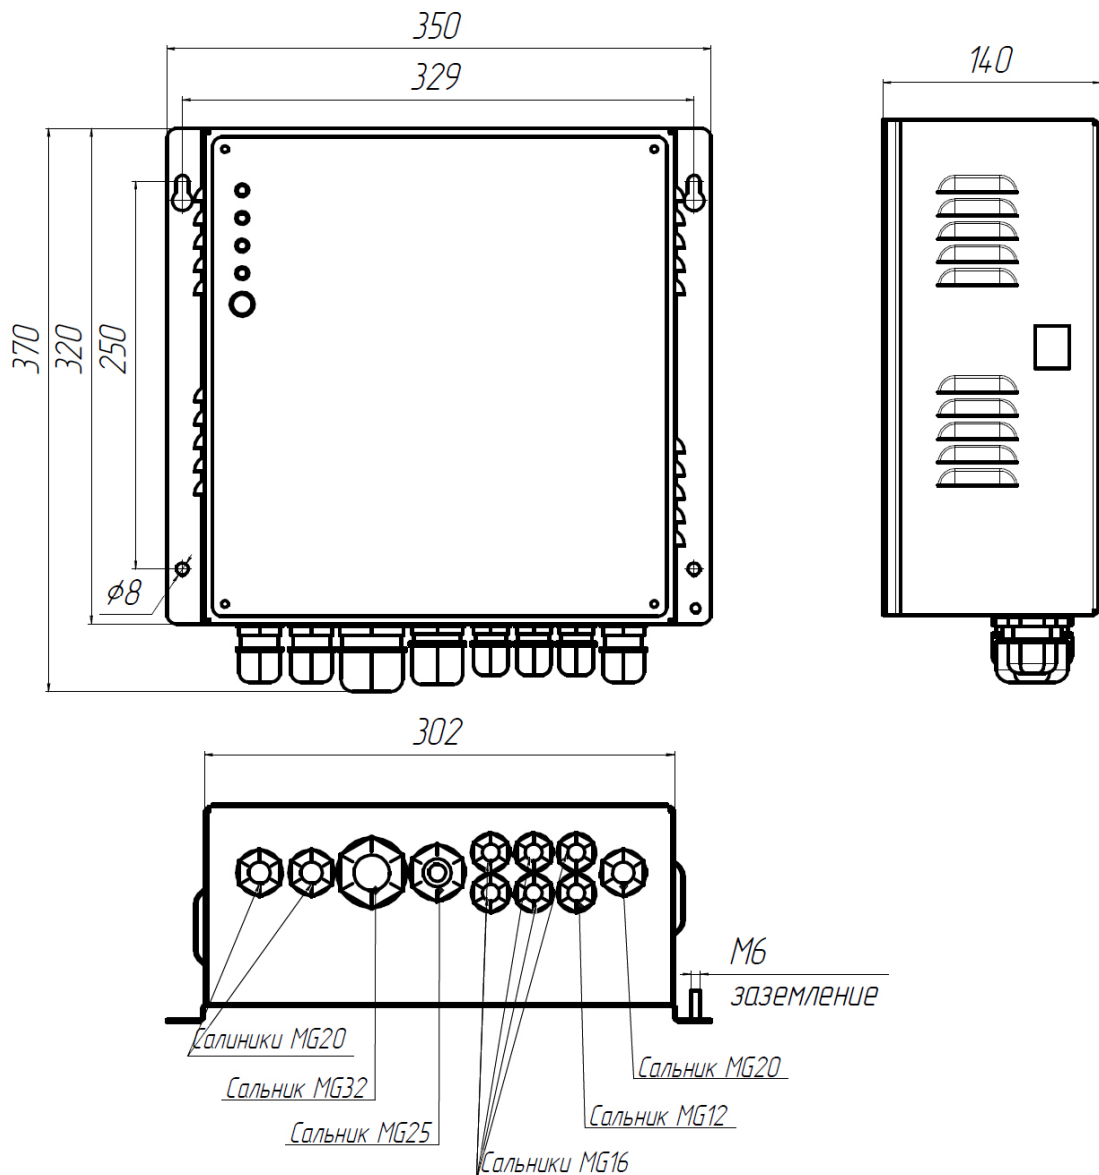

Рисунок 8. Габаритный чертёж и установочные размеры устройства.
2. Корпус устройства следует надежно закрепить с помощью болтов или саморезов (смотрите Рисунок 8).
6. Заземлить корпус БП на общую шину заземления судна. Болт заземления расположен с правой стороны в нижней части корпуса БП (смотрите Рисунок 8).